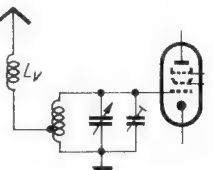

Bild 3. Induktive Antennenkopplung mit Verlängerungsspule und angezapfter Gitterspule
b) Hochinduktiver Antennenkreis mit Verlängerungsspule (Bild 3). An Stelle der magnetischen Kopplung zwischen Antennen- und Gitterspule wird auch die Abwandlung dieser Schaltung mit angezapfter Gitterspule nach Bild 3 angewendet. Die Verlängerungsspule L_V kann hierbei getrennt angeordnet werden, was bei den engen Raumverhältnissen des Autosupers einbaumäßig von Vorteil ist.